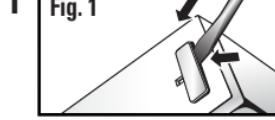

Fig. 1
- 1 **Fig. 1**  Retire los tornillos de la cubierta del compartimiento de cables y levante (**Fig. 1**). Una vez que la cubierta del compartimiento de conductores esté liberada, retírela y colóquela a un lado.
Con un destornillador u otra herramienta similar, retire la tapa del tomacorriente de plástico que cubre el tomacorriente de entrada para insertar el cable de conexión (Fig. 1).